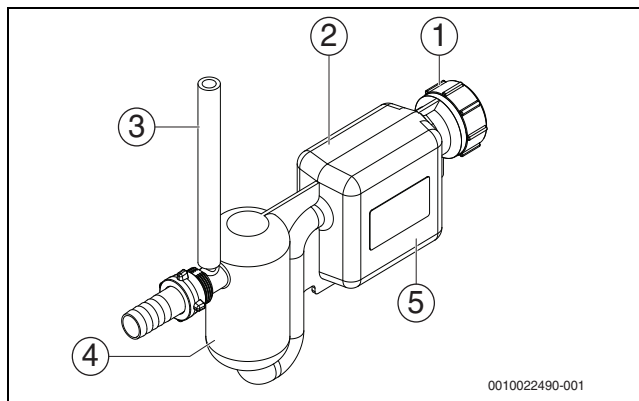
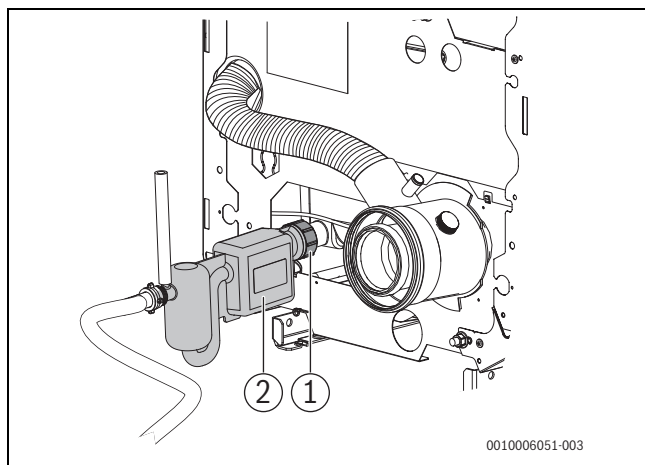

Fig. 72 Siphon, version 2
Fig. 73 Nettoyage du bac à condensats ; représentation avec siphon version 2
- ▶ Desserrer les raccords à vis sur les buses de raccordement du bac à condensats [1] et retirer le siphon [2] (→ fig. 73).
- ▶ Remplir d'eau le siphon (→ fig. 72 ; réservoir de compensation [4] et bac de récupération des saletés [5]).
- ▶ Visser le siphon (→ fig. 72) aux buses de raccordement du bac à condensats (→ fig. 73).
- ▶ Faire l'appoint d'eau par le tuyau de purge (→ fig. 72, [3]) et veiller à ce que le siphon soit entièrement rempli.